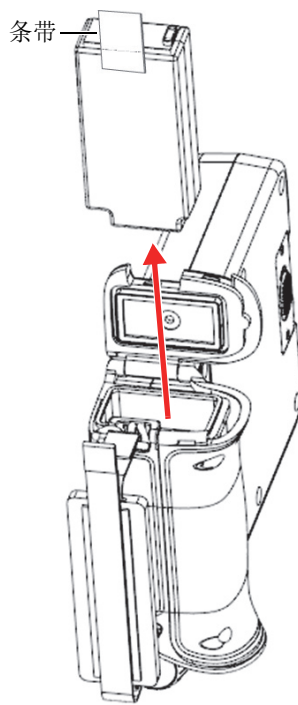

图 4-3 取出电池
4. 抓着电池上的条带，向上提起，将电池从舱内取出（参见第 45 页的图 4-3）。